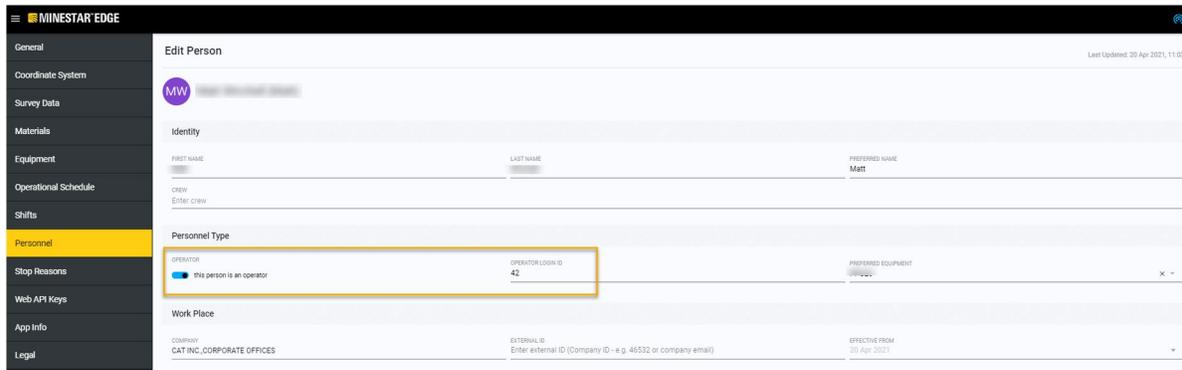

図 3
1. 電源投入ボタンを押して、ログイン画面を表示します。ピットスーパーバイザに登録されたオペレータは、割り当てられたログインIDを使用して、図3のようにログインできます。